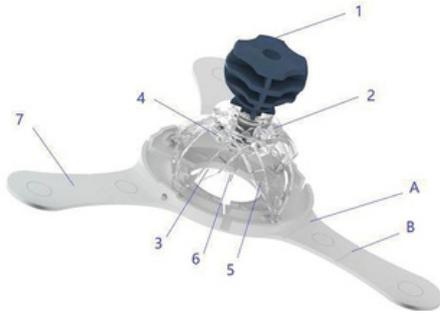

Figura 1 Guia para cânulas
2. Use a fita médica para fixar o adesivo de suporte na superfície do corpo do paciente (se o adesivo de suporte e o corpo não forem compactos, dobre o adesivo de acordo com as 6 linhas de curvatura, como mostra a Figura 1) e faça o a posição central do guia da agulha coincide com o ponto de inserção da agulha;